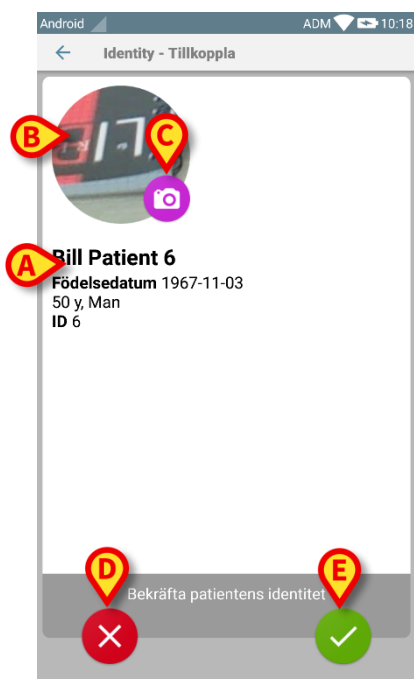

Fig 114
En skärmbildsvy visas för användaren med de viktigaste patientuppgifterna samt ett patientfoto (om tillgängligt; om inte visas en allmän ikon – Fig 114):
- Patientens namn, födelsedatum, ålder, kön, ID-kod (Fig 114 **A**).
- Patientfoto (Fig 114 **B**).
Om patientfoto saknas går det att ta ett nytt genom att klicka på knappen i Fig 114 **C**. När ett nytt foto har tagits går det att ändra det för att välja ett mindre område som passar patientens skärmbildsvy. I fig. 1 visas skärmbilden hos en enhet med högupplösningsskärm (d.v.s. inte Myco 1/2).
Slutligen går det att radera patientfotot genom att trycka länge på det. Användaren kan neka eller bekräfta den föreslagna patientidentifikationen genom att trycka på knapparna i Fig 114 **D** eller Fig 114 **E**. Om patientidentifikationen nekats, raderas proceduren. Om användaren har uppdaterat patientfotot och patientidentifikationen har nekats, nekats även uppdateringen av patientfotot.